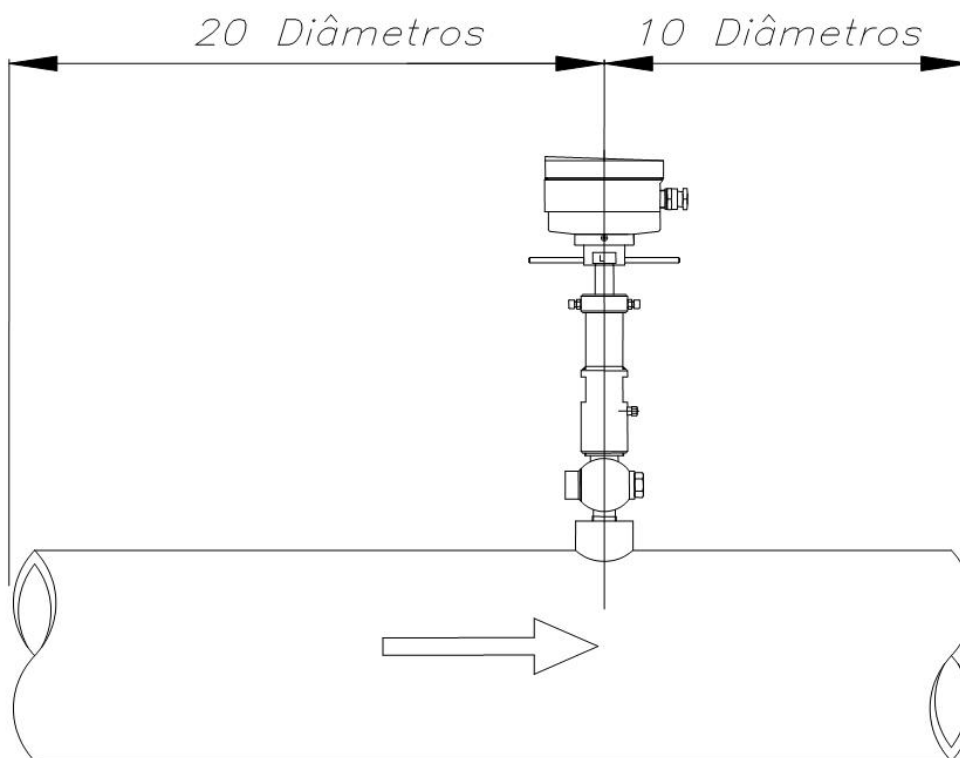

Figura 2
Recomenda-se manter um trecho reto no mínimo de 20 diâmetros nominais na montante e 10 diâmetros nominais na jusante, conforme **figura 2**.
- Seja obedecido o sentido do fluxo indicado no corpo do equipamento para que os eletrodos fiquem, o máximo possível, perpendiculares ao fluxo (**Figura 2**);